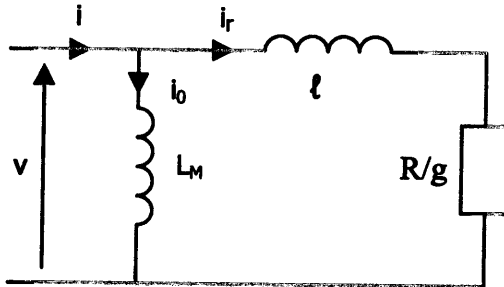

figure 2
Pour chaque phase du moteur, on adopte le modèle équivalent monophasé simplifié de la figure 2.
A.2.2 - A partir du modèle équivalent monophasé de la figure 2, exprimer la valeur efficace I_r du courant i_r en fonction de V , $l\omega$, R et g .
A.3.4 - On note φ_r le déphasage de i_r par rapport à la tension simple v prise comme référence des phases. En se reportant au modèle équivalent monophasé de la figure 2, exprimer $\tan \varphi_r$ en fonction de $\ell \omega$ et de $\frac{R}{g}$. En déduire que $\varphi_r \approx 10,2^\circ$.